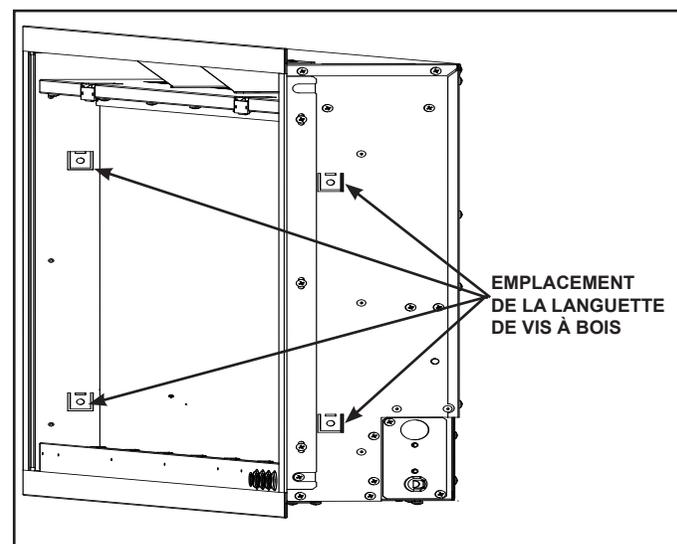

Figure 4.3 Sécurisation de l'appareil dans une charpente 51 x 102 mm (2 X 6 po)
6. Une fois mis à niveau, plombé, et affleuré avec quatre (4) vis ST4X40 aux endroits prévus à cet effet. Voir la figure 4.3.